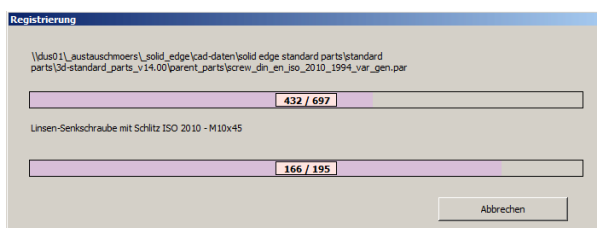

Abbildung 25
- 5.5. Nun beginnt die Registrierung der Normteile in der Datenbank (Abb. 25). Dieser Vorgang kann bis zu mehreren Stunden dauern und sollte ohne Unterbrechung durchgeführt werden, da bei einem Neustart der Funktion wieder alle Teile neu eingelesen werden. Wenn der Vorgang beendet ist, sind alle Normteile registriert und die Standard Parts sind einsatzfähig.